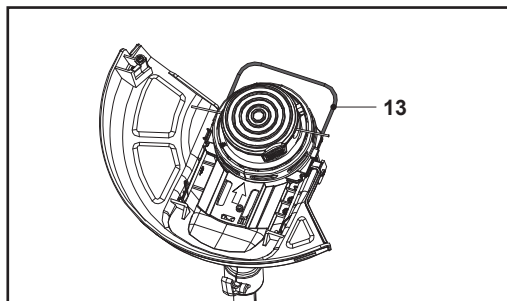

Fig. 13. Position de rangement
2. Rentrer le protecteur de plantes (13) pour le transport et le rangement (Fig. 13).